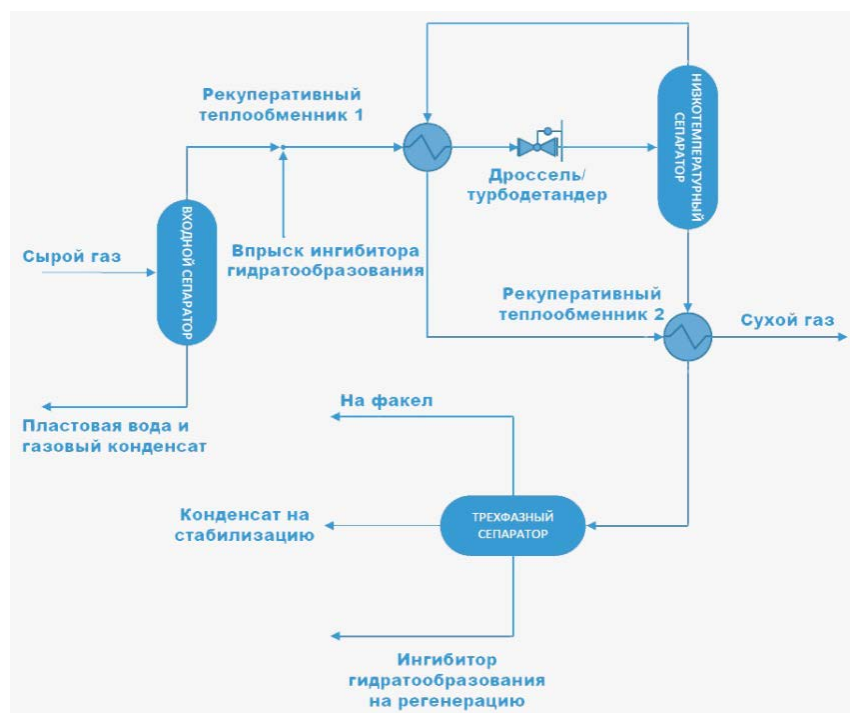

Рисунок 1.6 – Низкотемпературная сепарация
- подогрев подготовленного газа в теплообменнике перед подачей в магистраль (рисунок 1.6).